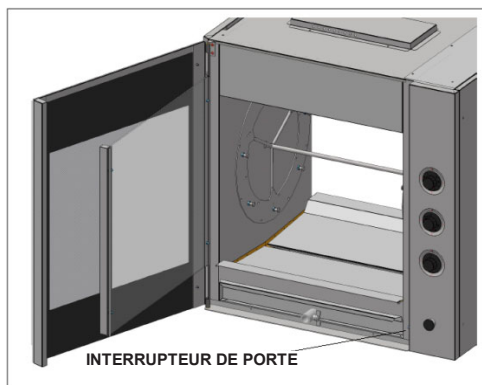

Figure 3.1
**INTERRUPTEUR DE PORTE ET BOUTON POUSSOIR DU ROTOR (voir figures 3.1 et 3.2)**
Quand vous ouvrez l'unité, l'interrupteur de porte est déchargé (voir figure 3.1) de sorte que le rotor s'arrête automatiquement afin de garantir la sécurité de l'opérateur.